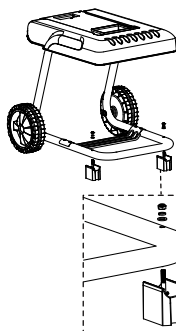

Abbildung 4
2. Befestigen Sie nun wie in Abbildung 4 gezeigt die beiden Standfüße (13) am Rahmen.